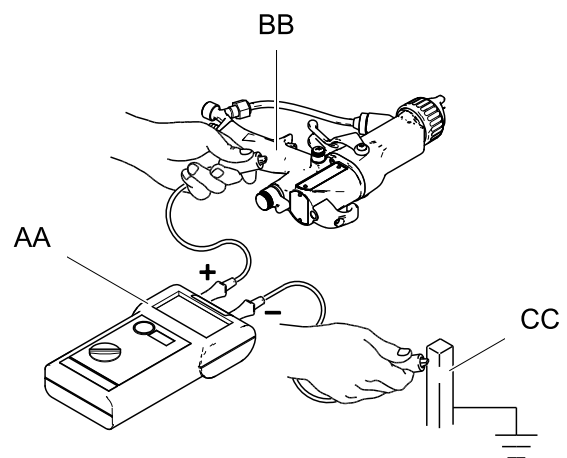

Figure 16 Comprobación de la conexión a tierra eléctrica de la pistola
El megóhmetro, n.º de pieza 241079 (AA-consulte la Fig. 16), no está aprobado para ser utilizado en ubicaciones peligrosas. Para reducir el riesgo de que se produzcan chispas, no utilice el megóhmetro para comprobar la conexión a tierra eléctrica a menos que:
2. Coloque el interruptor de encendido/apagado ES en posición de apagado (O).
5. Asegúrese de que la manguera de aire (AH) con conexión a tierra esté conectada y de que el cable de tierra de la manguera esté conectado a una toma de tierra fiable.
6. Mida la resistencia entre la empuñadura de la pistola (BB) y una Mida la toma de tierra fiable (CC). Utilice un voltaje aplicado de 500 como mínimo hasta 1000 voltios como máximo. La resistencia no debe exceder 1 megaohmio. Vea la Fig. 16.